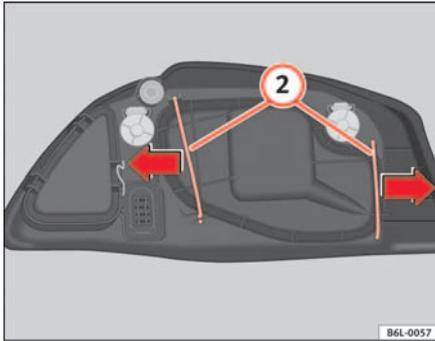

Abb. 152 Glühlampe
- Die Streben ② ⇒ Abb. 152 in Pfeilrichtung herauschieben und den Deckel abnehmen.
- Den Kunststoffdeckel und die Streben ② ⇒ Abb. 152 einsetzen.